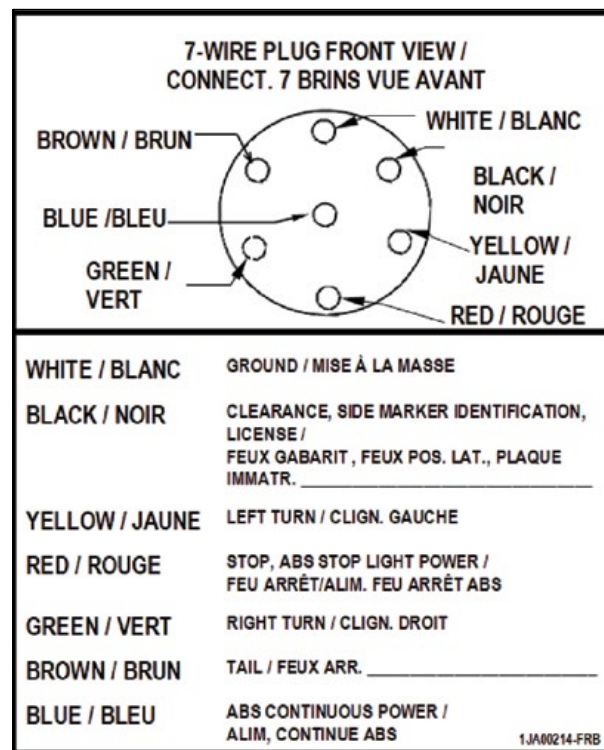

Figure 55 – Code couleur du schéma de câblage
Toutes nos semi-remorques sont équipées d'un système électrique constitué de six (6) circuits et d'un câble de mise à la masse. C'est pourquoi le branchement à l'alimentation électrique du tracteur utilise un connecteur à 7 brins. Les 7 câbles du faisceau de câblage principal sont identifiés par un code couleur montré à la Figure 55.